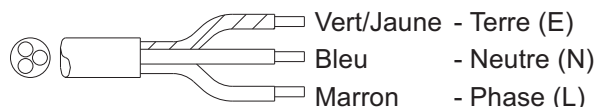

fig. 4
- (fig. 4) 380V 3 phases (câble 5 fils)
Dans le cas de la fig. 4 il faut tenir compte des remarques suivantes: